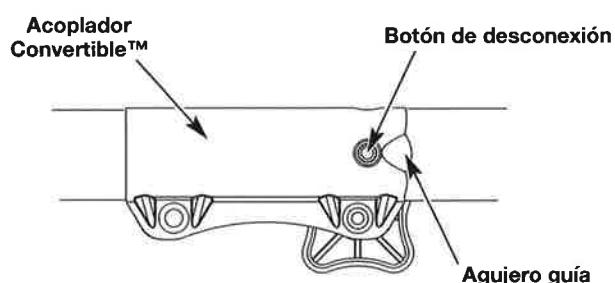

Fig. 3
- NOTA:** Alinear el botón de desconexión con el agujero guía facilitará la instalación (Fig. 3).
2. Oprima y sostenga el botón de desconexión (Fig. 3).